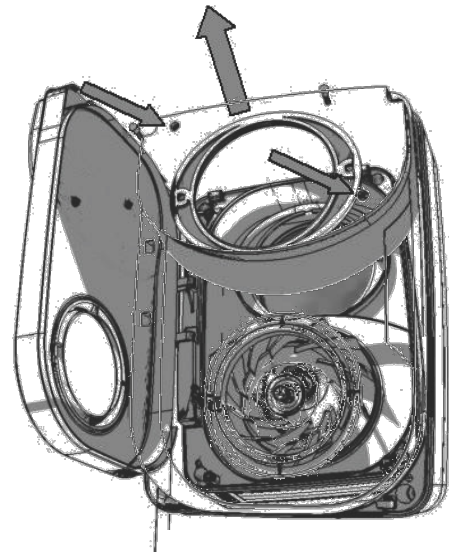

Fig.10
8) Retirez les vis et le kit de fixation de la vis de l'échangeur thermique (Fig. 10). (Jetez le sac en polyester) 5